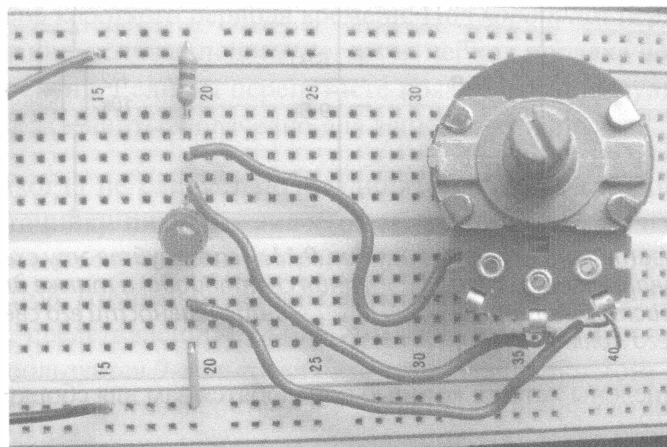

Рис. 9.12. При повороте оси потенциометра будет изменяться напряжение на светодиоде; когда напряжение на нем превысит примерно 2 В, светодиод загорится
2. Соберите схему для проведения эксперимента со светодиодом, используя в качестве руководства рис. 9.12.